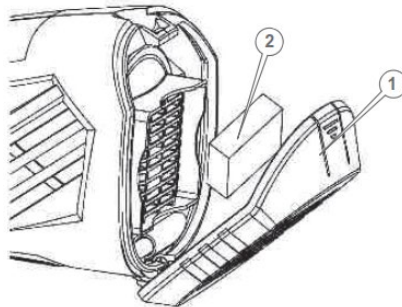

Рисунок 12. Схема обслуговування повітряного фільтра.
1. Зняти кришку повітряного фільтра (1, рис. 12).
2. Вийняти повітряний фільтр (2, рис. 12).